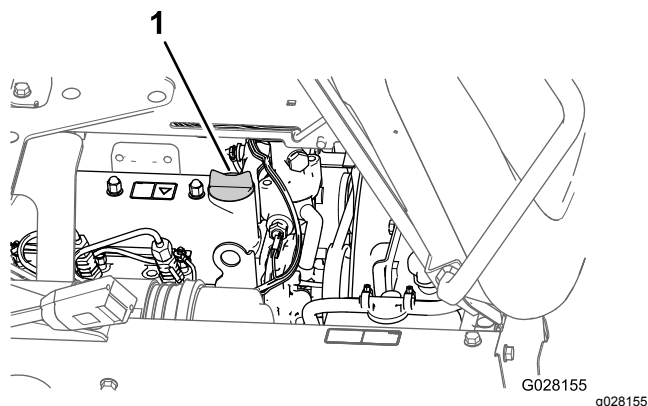

Figure 69
3. Si le niveau est trop bas, enlevez le bouchon de remplissage du couvre-culasse et versez la quantité d'huile nécessaire dans le goulot de remplissage pour faire monter le niveau jusqu'au repère maximum sur la jauge (Figure 69).